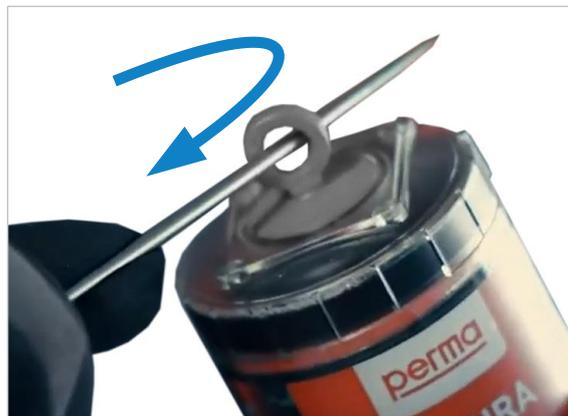

Abbildung 65: Aktivierung mit Ring-Öse
- Wartungstüre (vorne) öffnen und den verbrauchten Schmierstoffgeber (S) herausrauben.
- Verschlusskappe der neuen Patrone entfernen. Schmierstoffabgabe durch Eindrehen der Aktivierungsschraube, mit einem geeigneten Werkzeug, bis zum Abreißen der Ring-Öse aktivieren (siehe ⇒ Abbildung 65 rechts).